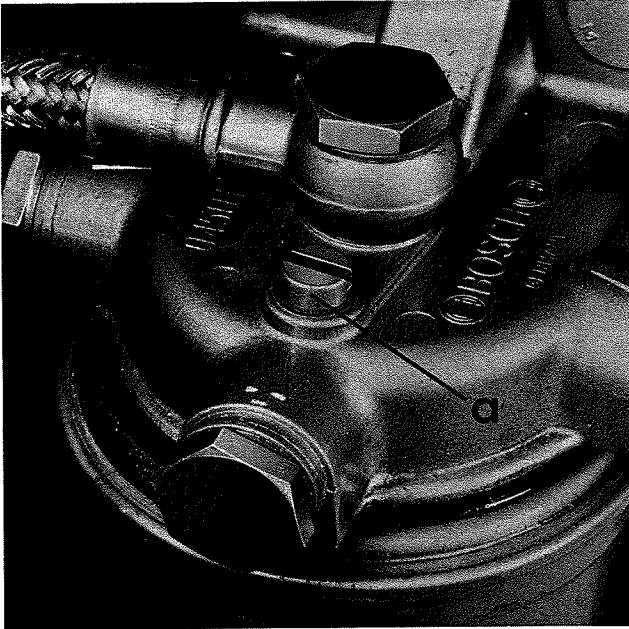

Bild 8
2) Falls BOSCH - Kraftstofffilter montiert: Schraube (a, Bild 8) am Kraftstofffilter einige Gänge herausschrauben und solange gelöst lassen, bis Kraftstoff blasenfrei austritt. Schraube wieder festziehen.